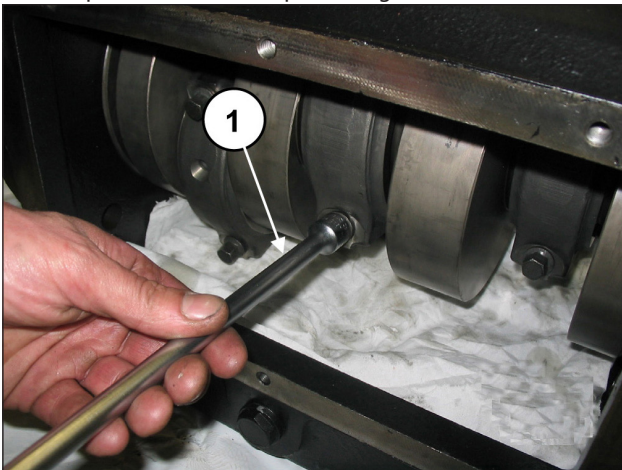

Fig. 23
Solte os parafusos da haste (pos. ①, Fig. 23).